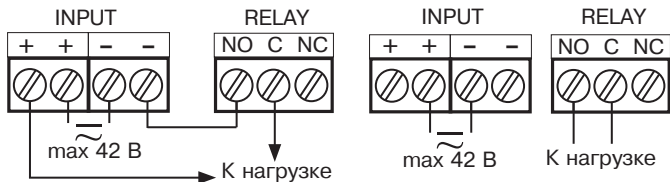
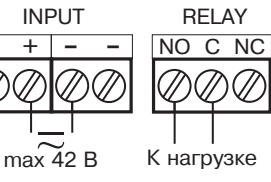

Рисунок 2 – Коммутация входного питания
Рисунок 3 – Управление «сухим» контактом
7.1 Подключите выводы в соответствии со схемами (см. рисунок 2, рисунок 3).